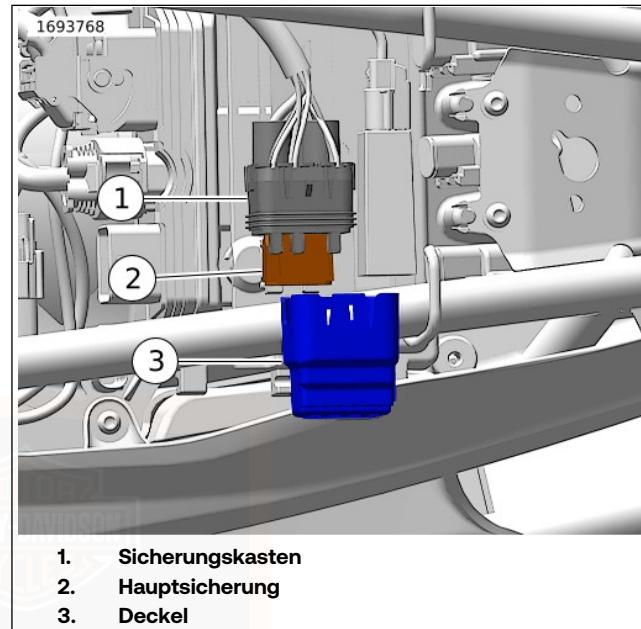

Abbildung 68. Hauptsicherung
3. Siehe Abbildung 68. Sicherungsblock aus der Elektriktafel am Motorrad ausbauen.